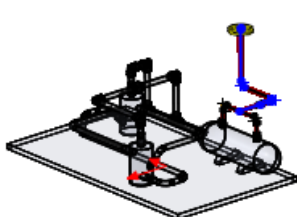

图 11.9.28 添加法兰盘
Step2. 添加法兰盘配置。将法兰盘拖放到图形区域中的管道的终点处，系统弹出“选择配置”对话框，选择 **Slip On Flange 150-NPS0.75** 配置，单击  确定按钮，添加结果如图 11.9.28 所示。